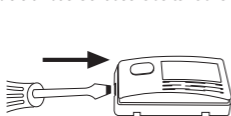

Abb. 1
- Achten Sie bei der Montage der Bodenplatte auf ausreichenden Freiraum auf der linken Seite des Klingeltasters, um später das Gehäuse wieder öffnen zu können (Abb.1)!
Wenn Sie eine alte Batterie austauschen möchten, öffnen Sie bitte wie in den Abb. 1, 2 und 4 beschrieben das Gehäuse und den wasserabweisenden Kunststoff-Blister. Tauschen Sie die Batterie aus (DESA Produkt 4198-1) und achten Sie beim Einlegen auf die richtige Polarität (Abb.7). Bitte entsorgen Sie Ihre alte Batterie umweltfreundlich.